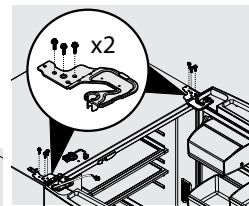

Figure 4
- Enlevez trois boulons de 8 mm des deux charnières supérieures. Figure 4. Soulevez les portes pour les dégager des charnières inférieures et mettez-les de côté.